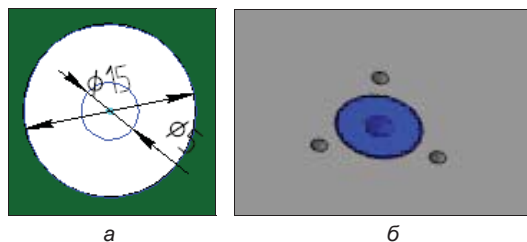

Рис. 25.26. Эскиз подшипника (а); созданный подшипник (б)
- ◆ на панели инструментов **Геометрия** нажмите кнопку **Окружность**. В центре отверстия платы (рис. 25.26 а) создайте две окружности диаметром 15 и 5 мм;
- ◆ для завершения операции нажмите на значок режима **Редактировать** . Система создала деталь **Втулка** в сборке (рис. 25.26, б), а ее пиктограмма появилась в **Дереве** модели. При ее выделении ЛК мыши в графической области деталь отмечается зеленым цветом. Обратите внимание, что перед ее названием появился значок **Перестроить**;